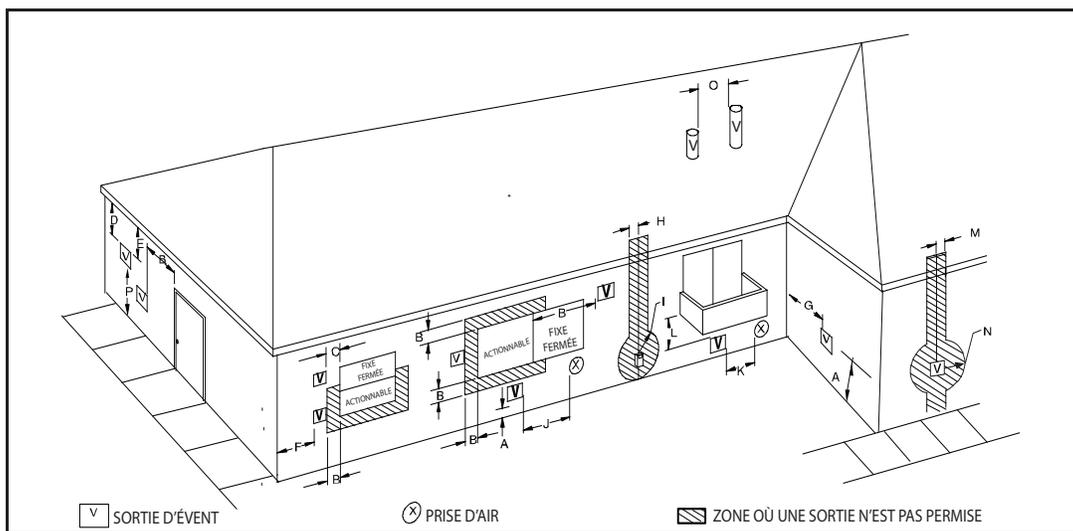
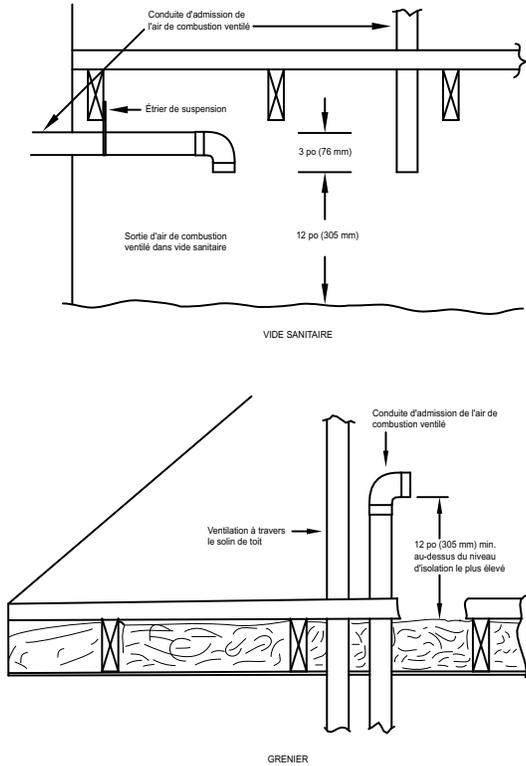

Fig. 43 – Dégagement des sorties des systèmes à air de combustion ventilé et à ventilation non directe
Fig. 47 – Sorties d'évent pour système à air de combustion ventilé
Dans le cas d'un système à air de combustion ventilé, l'évent aboutit et évacue les produits de combustion directement à l'extérieur, comme un système à ventilation directe. Consultez la Fig. 43 pour connaître les exigences de dégagement du code national.
Dans un système à évacuation non directe (1 conduit), tout l'air de combustion est prélevé directement de la zone adjacente à la chaudière et tous les produits de combustion sont évacués à l'extérieur dans l'atmosphère. L'air de combustion doit être fourni conformément à la section Air de combustion et de ventilation. Une cheminée inutilisée n'est pas adéquate pour fournir l'air extérieur à la chaudière. Consultez la Fig. 43 pour connaître les exigences de dégagement du tuyau d'évent du code national.
Pour les dégagements de terminaison d'évent, consultez les codes nationaux présentés aux Fig. 42 et Fig. 43 pour un système à ventilation directe / à deux tuyaux et à la pour un système à air de combustion ventilé / à ventilation non directe / à un tuyau. Pour la disposition des terminaisons extérieures, consultez les Fig. 39 et Fig. 40 pour le système à ventilation directe / à deux tuyaux et la pour les systèmes à air de combustion ventilé / ventilation non directe / à un tuyau. Communiquez avec les responsables des codes locaux pour connaître les autres exigences des codes nationaux présentés dans ces figures ou les dérogations à ceux-ci.
1. Se conformer à toutes les exigences en matière de dégagements, tel qu'indiqué à la Fig. 42 ou à la Fig. 43 selon l'application.
Le tuyau d'évacuation d'un système à air de combustion ventilé doit se terminer à l'extérieur. Consultez la Fig. 43 pour connaître les exigences de dégagement du tuyau d'évent du code national. Les terminaisons d'évent admissibles sont indiquées à la Fig. 40. Le tuyau d'air de combustion se termine dans un grenier ou un vide sanitaire bien aéré. Conformez-vous aux dégagements indiqués à la Fig. 47.
Le tuyau d'évent d'un système à ventilation indirecte (un tuyau) doit se terminer à l'extérieur. Pour connaître les exigences relatives aux dégagements des événements du code national, consultez la Fig. 43. Les terminaisons d'évent admissibles sont indiquées à la Fig. 40.